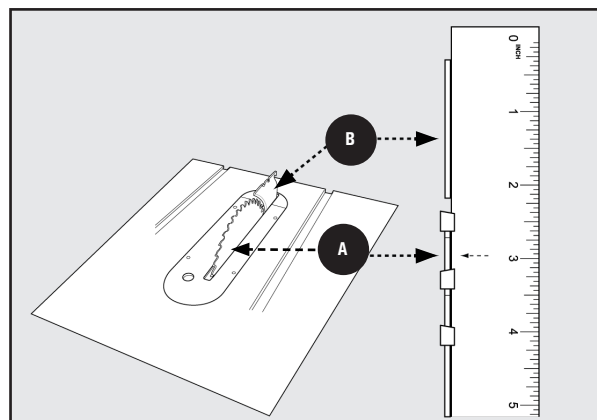

Figure 39
- 1. Alignement horizontal :** Placez un bord droit sur la table contre la face de la lame **A** et assurez-vous qu'il s'étend le long B du couteau diviseur **B**, comme le montre la Figure 39. A Le couteau diviseur **DOIT** à peine toucher le bord droit. Assurez-vous que le bord droit passe entre les dents et repose sur la face de la lame et le couteau diviseur pour un alignement correct.